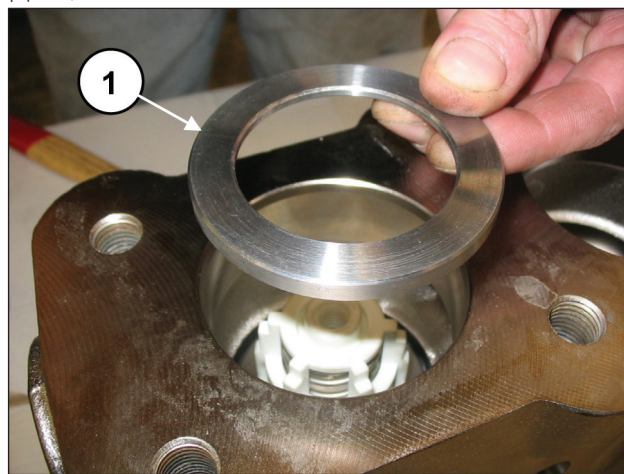
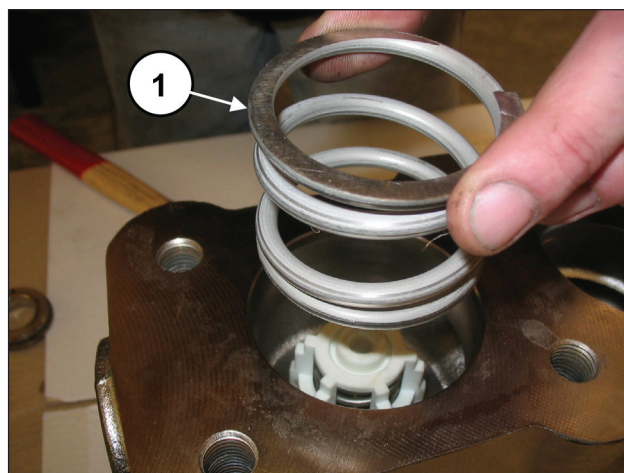

图112
图113
插入阀座环（部件号①-图112）和弹簧（部件号①，图113）。